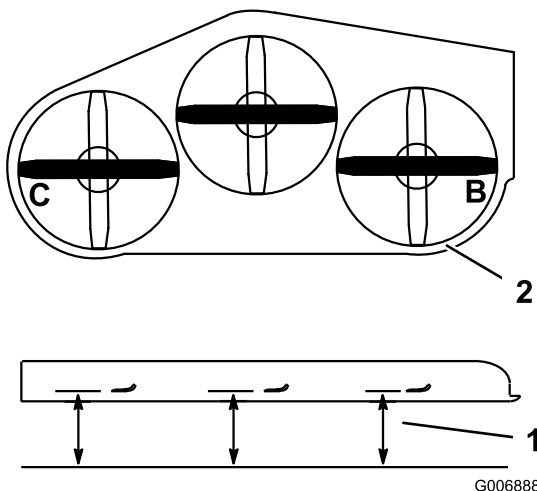

Bild 83
4. Messen Sie von einer ebenen Fläche bis zu den Stellen **B** und **C** an den Schnittkanten der Messerspitzen (Bild 83).